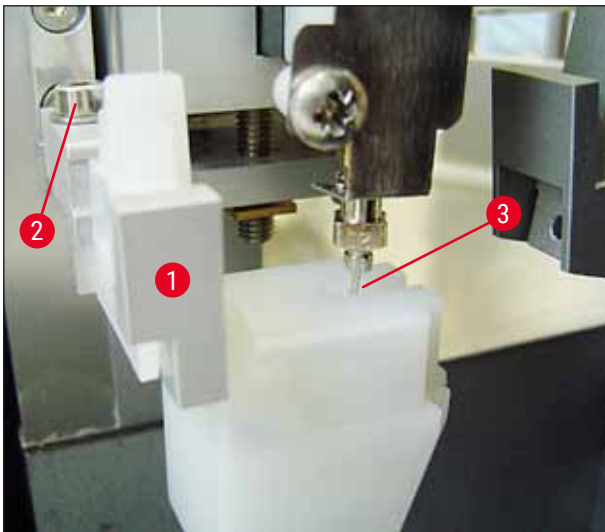

Fig. 23
2. Pour ce faire, dévisser la vis (→ Fig. 23-2) avec la clef hexagonale n° 3 (→ Fig. 22-5) et aligner le nettoyeur d'aiguille du distributeur en déplaçant l'équerre (→ Fig. 23-1) latéralement jusqu'à ce que l'aiguille du distributeur (→ Fig. 23-3) se déplace dans la bonne position au centre de l'orifice de nettoyage (→ Fig. 23).